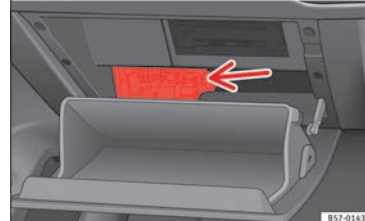

Fig. 103 Guantero (guía derecha): acceso a la caja de fusibles.
- Desmonte el freno de apertura » **fig. 103 A** en dos pasos: primero desbloquee el freno tirando de él hacia atrás (flecha ①) y después desplácelo ligeramente hacia la derecha (flecha ②). Desmonte la guía cuando la tapa esté en apertura normal (30°).